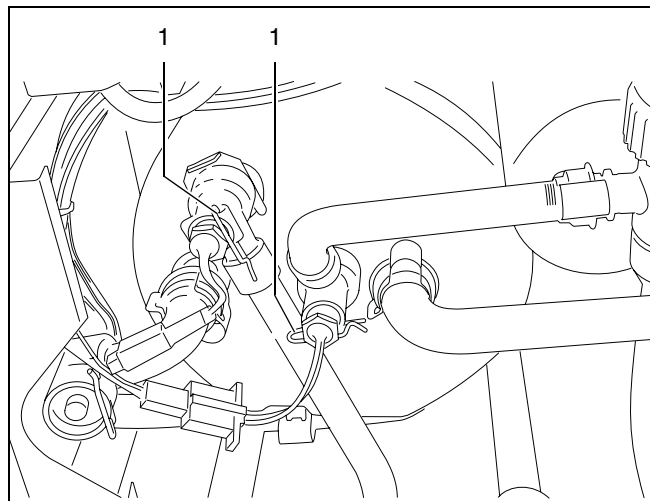

fig. 39 Demontering af standby- og brugsvandføler
- Sikkerhedsklemmen (fig. 39, pos. 1) trækkes ud.